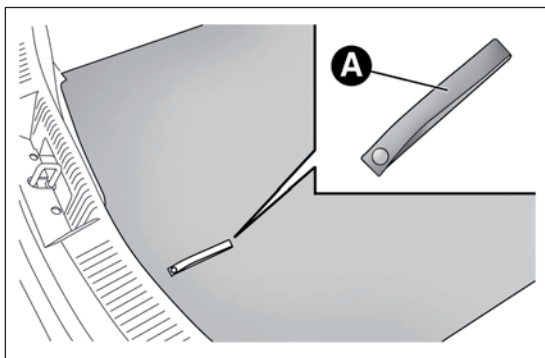

РИС. 117
- откройте багажник, потяните за ремешок А РИС. 117 и поднимите коврик обшивки;